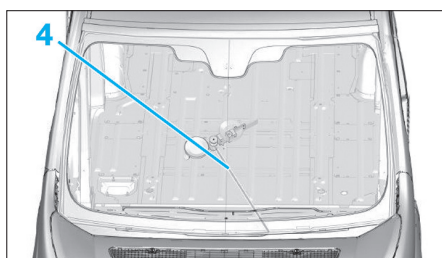

FIG. 3
- Passer le fil tranchant (4) à l'intérieur du véhicule (Fig.3).